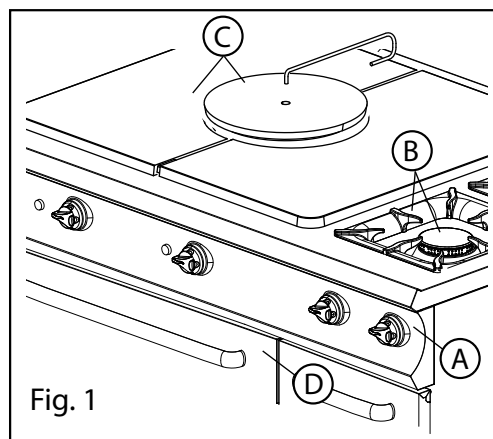

Fig. 1
2. Quite las parrillas, los difusores y los quemadores (Fig. 1/A quemador 5,5 / 7 kW - Fig. 1/B quemador 11 kW)
1. Desmontar el panel de mandos y el mando (Fig. 1/A)
2. **Cocina:** quitar parrillas y tapa de quemador (Fig. 1/B)
**Placa radiante 980:** quitar el disco central con el adecuado instrumento de maniobra y las placas laterales (Fig. 1/C).
**Horno:** abrir la puerta (Fig. 1/D).